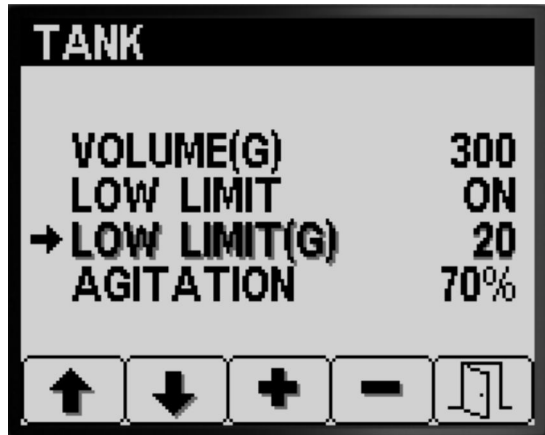

Figura 14
1. Pulse el botón 1 o el botón 2 para desplazarse a la opción LÍMITE INFERIOR (Figura 14).
2. Pulse el botón 4 para seleccionar la opción LÍMITE INFERIOR (Figura 14).
3. Pulse el botón 3 o 4 para aumentar o reducir el umbral de volumen en el que aparece el indicador del limite en el InfoCenter (Figura 14).